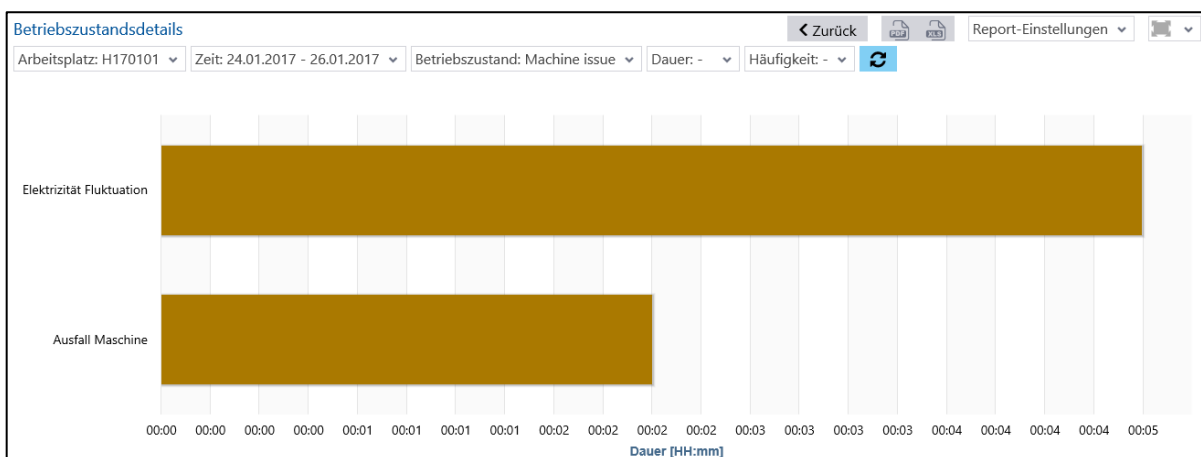

Bild 61: Hitliste Betriebszustände (Arbeitsplatz) Ebene 2 als Balkendiagramm
- Hitliste Betriebszustände (Arbeitsplatz) Ebene 2 als Balkendiagramm (Bild 61):